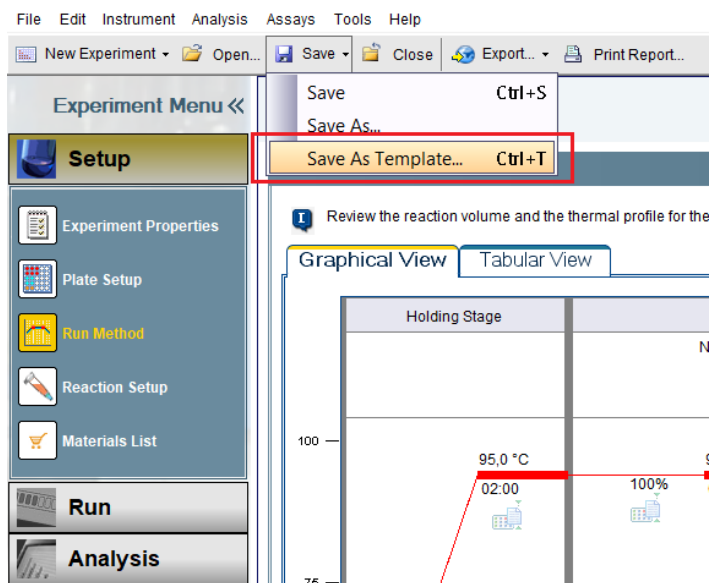

Рисунок 27
21. Кликнуть по иконке «Save» и в открывшемся списке выбрать «Save As Template» (рисунок 27).